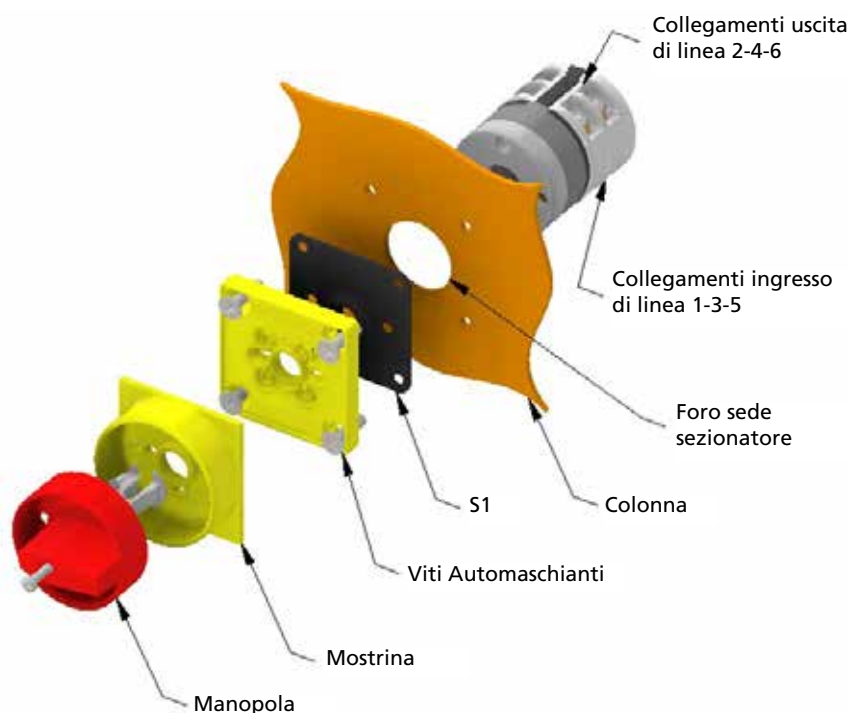

fig.58
5. Posizionare nell'apposito foro della colonna il sezionatore collegando i relativi cavi elettrici, terminando il montaggio con l'applicazione della mostrina e della manopola rossa come da fig. 58
- ▶ Provvedere al collegamento dell'impianto di terra, alla struttura della gru, in corrispondenza dei punti di presa allo scopo previsti (fig. 58).